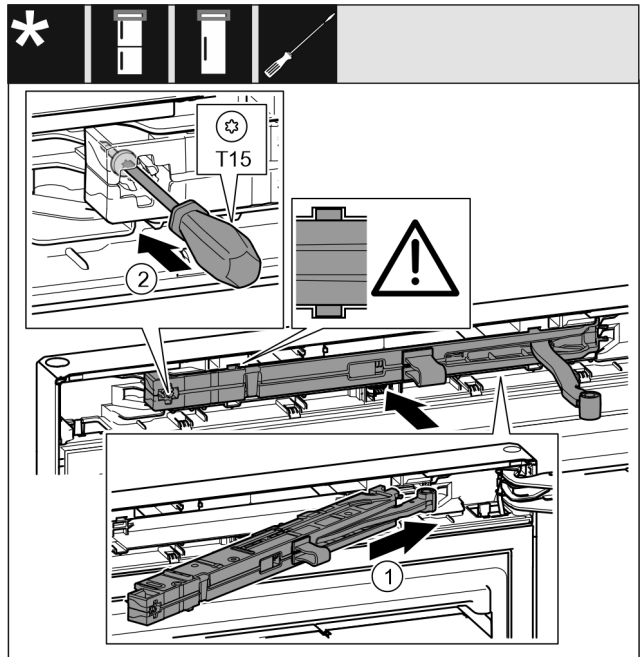

Fig. 71
- ▶ Tolja be ferdén, ütközésig a záráscsillapító egységet Fig. 71 (1) a mélyedésbe a csapágybak felőli oldalon.
- ▶ Húzza meg a csavart Fig. 71 (2) csavarhúzóval.